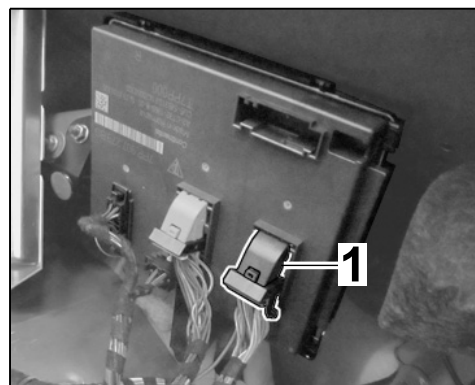

Рис. 15
- 2.4.1 Отсоединить электрическое штекерное соединение от блока управления электроники задней части кузова (⇒ Рис. 15, ⇒ *Руководство по ремонту '578919 Демонтаж и монтаж блока управления электроники задней части кузова'*).